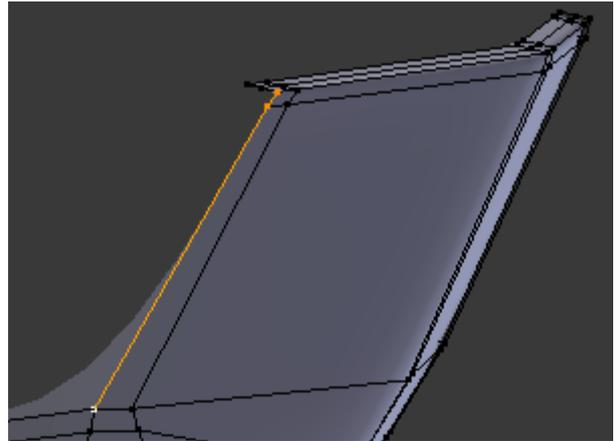

Figura 4.149
4. Seleccione os 3 vértices mais à direita do contorno transversal superior, figura 4.149, e proceda de modo semelhante a 1, 2 e 3 de modo a construir esta pequena parte do rebordo transversal superior.